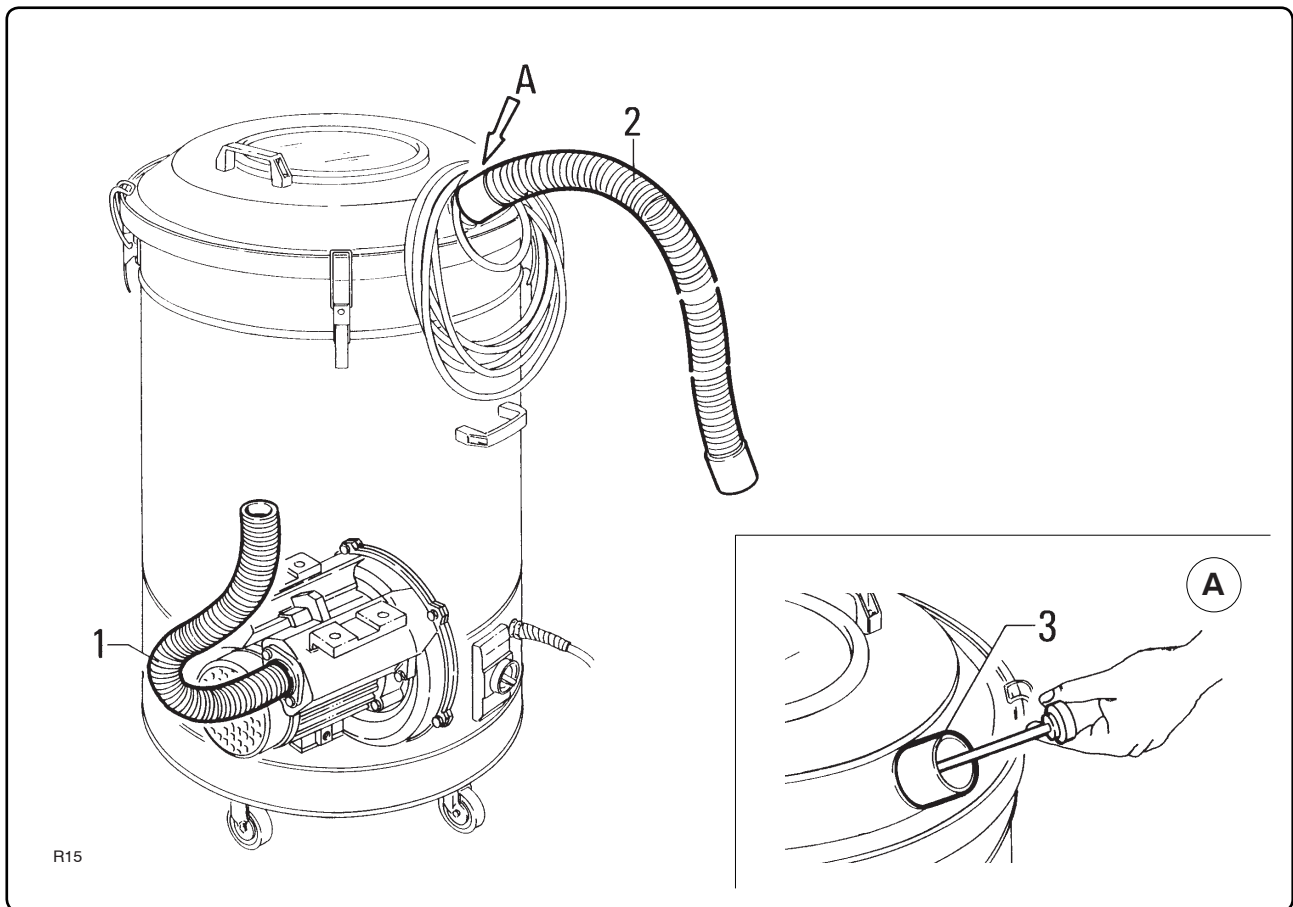

Fig.7.5.3
7.5.3 - Controllo integrità delle tubazioni (fig. 7.5.3)
7.5.3 - Checking the condition of the pipes (fig. 7.5.3)
7.5.3 - Contrôle des tuyauteries (fig. 7.5.3)
7.5.3 - Control de l'integridad de los tubos (fig. 7.5.3)
Per la pulizia raschiare dall'esterno del bocchettone e rimuovere il materiale depositato come indicato in fig. 7.5.3.
Scrape outside the outlet and remove the deposited waste as indicated in fig. 7.5.3.
Pour le nettoyage racler de l'extérieur de l'embout et enlever la matière qui s'est déposée comme indiqué dans la fig. 7.5.3.
Para la limpieza raspar desde el externo de la boca y quitar el material depositado como se indica en la fig. 7.5.3.